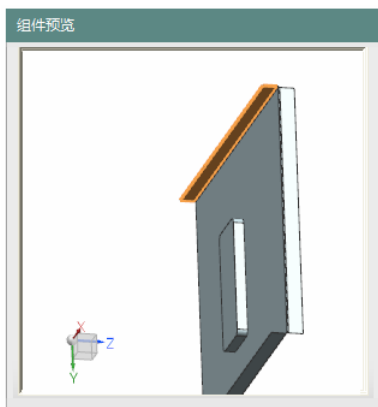
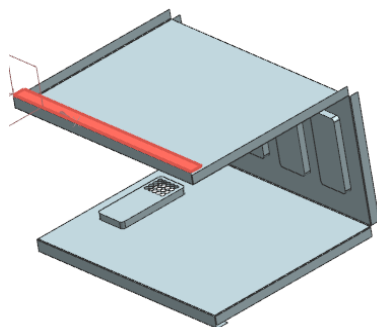

图 11-308 选择相配部件
图 11-309 选择基础部件
(3) 在视图区选择相配部件和基础部件, 如图 11-308 和图 11-309 所示。单击按钮。